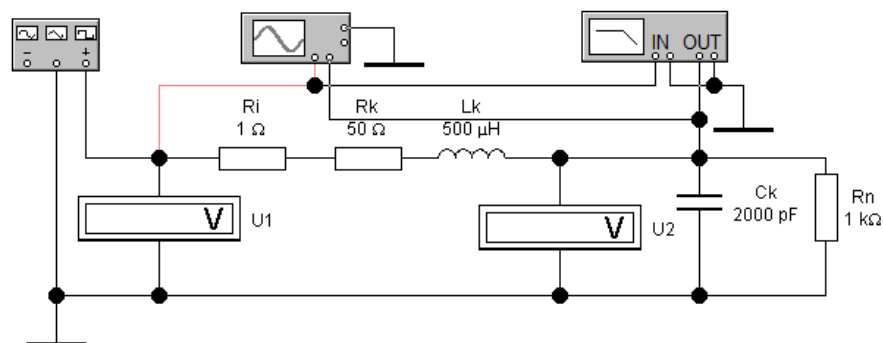

Рисунок 1 - Схема исследования частотных характеристик последовательного колебательного контура
1. Собрать схему электрической цепи (рисунок 1).